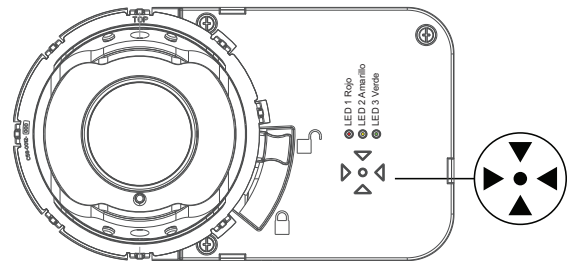
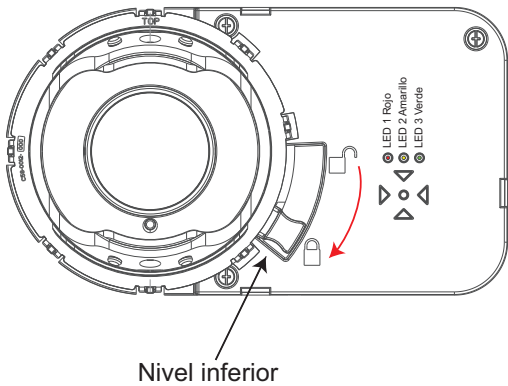

Figura 3-17: Matriz de flechas
Figura 3-19: Bloqueo y fijación del visor
* Consulte la Figura 3-17 y la Figura 3-19 para los LED 1, 2 y 3.